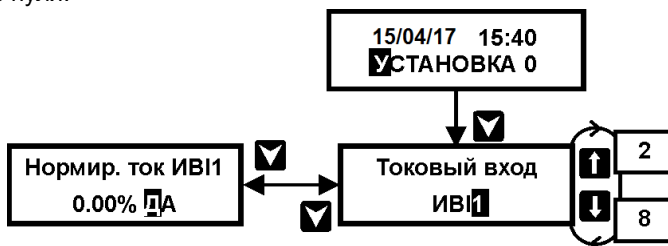

Рисунок 13 – Порядок действий по установке нуля токовых датчиков
1. Установить кнопками **▲** или **▼** пункт меню 1-ого уровня **УСТАНОВКА 0** (см. рисунок 13);